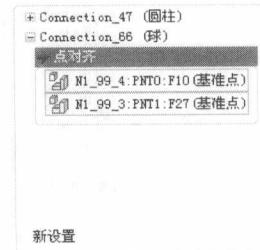

图1-13
5. 利用“圆柱”+“球”组合连接装配“N1_99_4.prt”，如图 1-13 所示。
- (2) “球”连接。在【连接】下拉列表中选择【球】命令，再单击 **放置** 按钮，弹出【球】上滑面板，如图 1-13 所示，选取“PNT1”点和“PNT0”点。